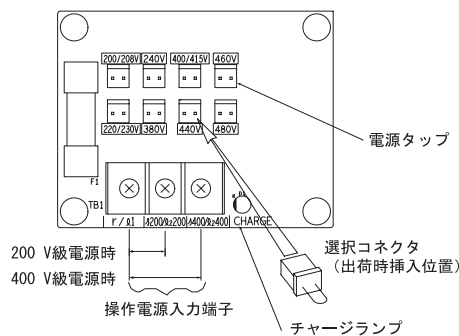

図 4.2 電源電圧選択コネクタ
4. インバータに供給する電源電圧に対応した位置 (図 4.2 参照) に、コネクタを挿入してください。